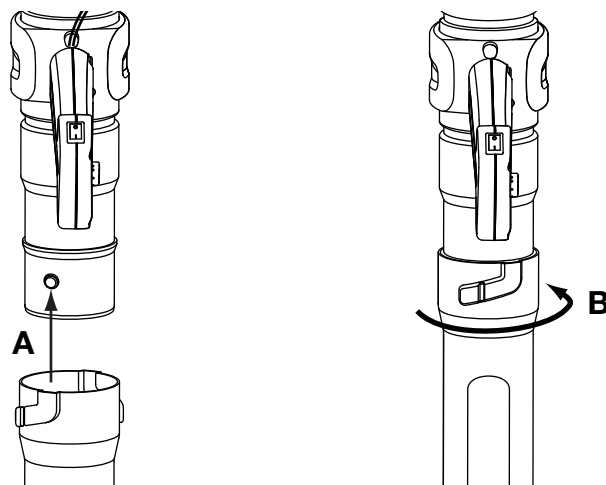

Fig. 3
1. Aligner l'encoche sur l'extrémité du premier tube de soufflage inférieur avec la bosse sur l'extrémité inférieure du tube de soufflage supérieur (Fig. 3, A).
2. Insérer la bosse sur le tube de soufflage supérieur dans l'encoche sur le tube d'extension (Fig. 3, A).
3. Pivoter le tube d'extension dans le sens des aiguilles d'une montre autour du tube de soufflage supérieur jusqu'à ce que la bosse du tube se verrouille en place (Fig. 3, B).